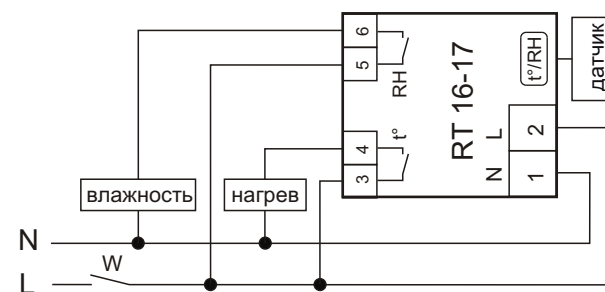

Рис. 2: схема подключения нагрузок к устройству
- 5.2. Подключить нагрузки согласно схеме (см. Рис.2).